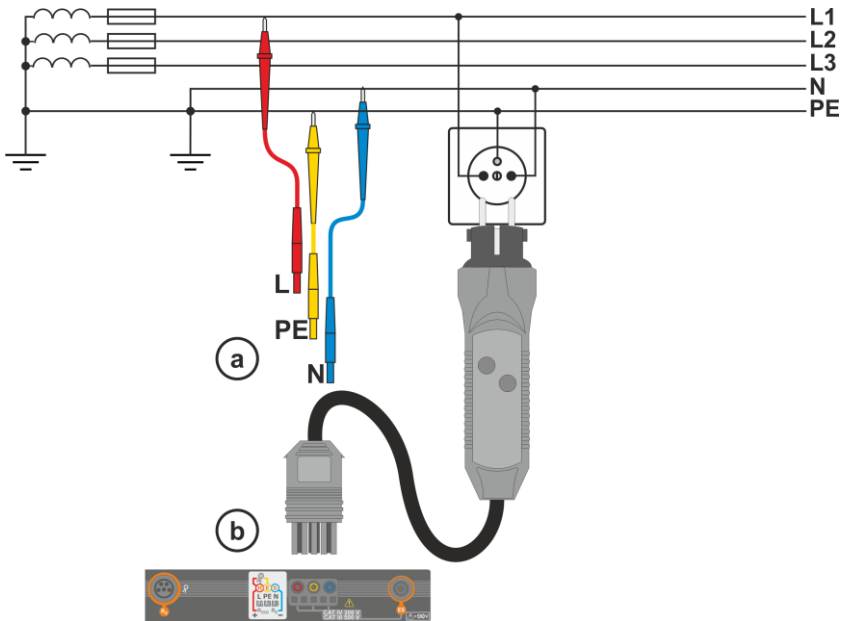
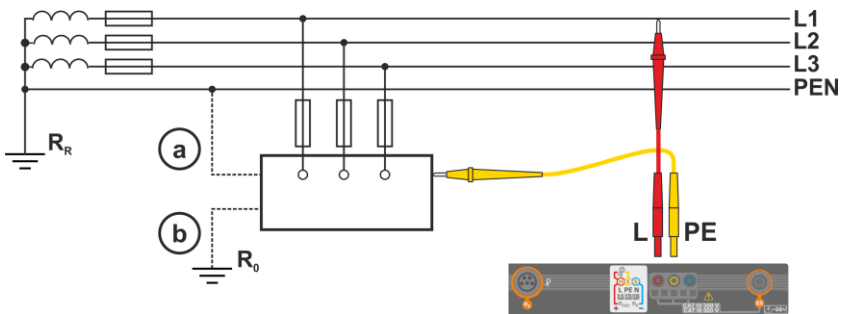

Fig. 3.1 Messung im L-PE Netz
Fig. 3.2 Überprüfung des Prüfgerätegehäuses auf Schutz gegen elektrischen Schlag im Falle eines: **a**) TN Netzes oder **b**) TT Netzwerk
- ① Schließen Sie die Messleitungen gemäß der Abbildung **Fig. 3.1** oder **Fig. 3.2** an